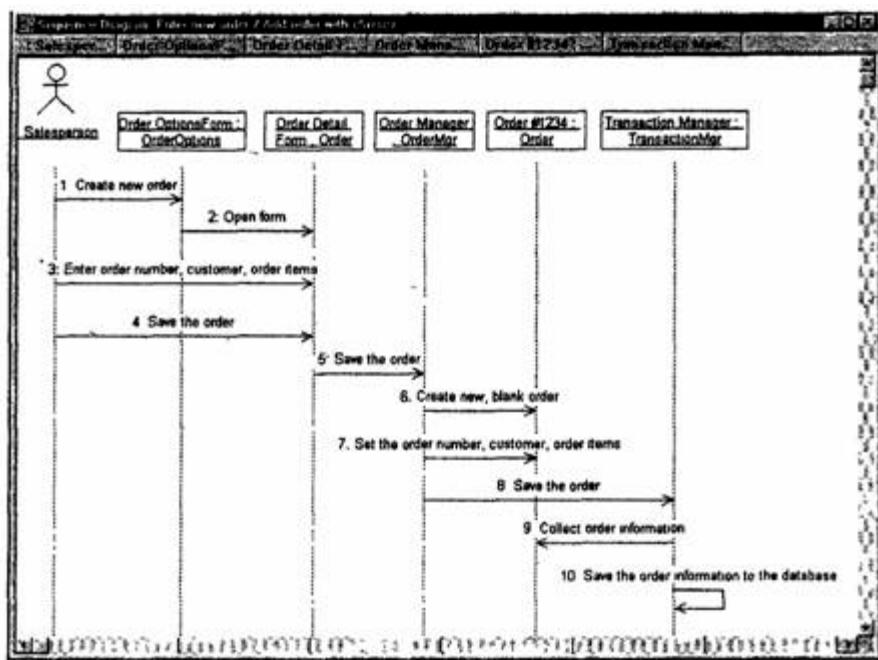

Рис. 4. Диаграмма Последовательности с именами классов
- Класс TransactionMgr — с объектом Transaction Manager По завершении этих действий ваша диаграмма должна иметь вид, представленный на рис. 4.